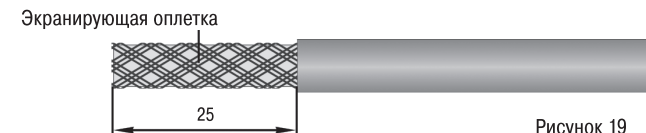

Рисунок 19
1. Разрезать ножом и снять оболочку со второго конца нагревательного кабеля (рис. 19).